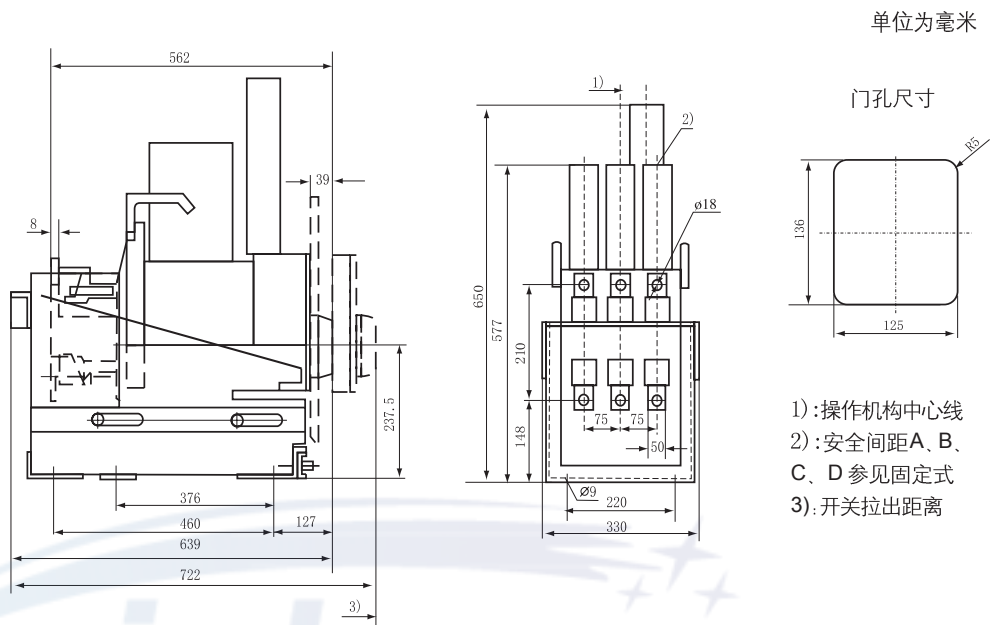

图 4 DW17-630 ~ 1600 抽屉式断路器外形及安装尺寸
4、DW17-630 ~ 1600 抽屉式断路器外形及安装尺寸见图 4